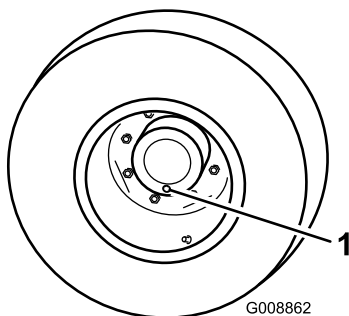

Figura 104
1. Con la máquina en una superficie nivelada, coloque una rueda de manera que uno de los tapones de verificación esté en la posición más baja (posición de las 6) (Figura 104).